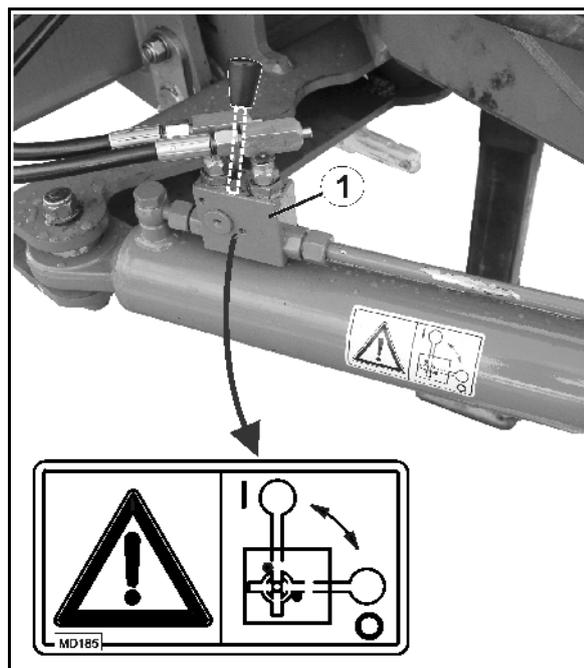

Fig. 27
4. Bloquez le timon directeur en position 0 en fermant le robinet d'arrêt (Fig. 27/1).